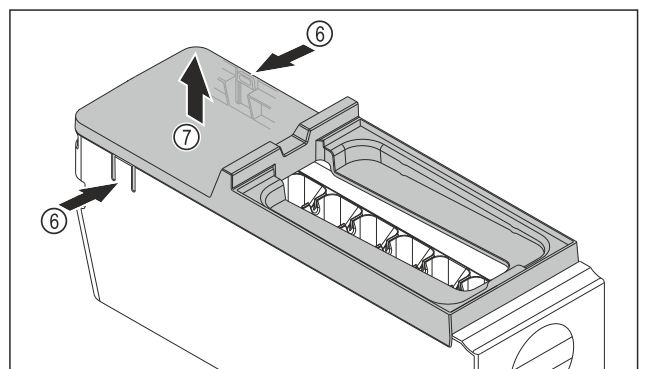

Fig. 107
- ▶ Extraer la cubierta del EasyTwist-Ice: Presionar con la mano las lengüetas Fig. 107 (6) a ambos lados del cuerpo del EasyTwist-Ice.
- ▶ Sacar la cubierta Fig. 107 (7) con la otra mano tirando hacia arriba.